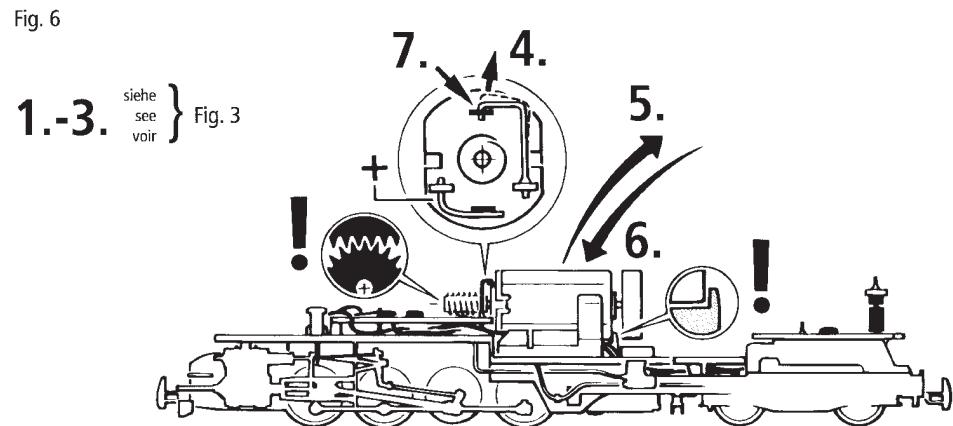

Fig. 7
2. Schmierung: Versiehen Sie die im Schmierplan in Fig. 7 gekennzeichneten Stellen mit nur **kleinen Öltropfen**. Dazu zuerst das Lokgehäuse abnehmen (Fig. 3). Wir empfehlen den ROCO **Öler Art.-Nr. 10906**. Fürs Schmieren der Getriebeteile (Zahnräder, Schnecke) empfehlen wir das **ROCO-Spezialfett Art.-Nr. 10905**. Im Falle der Schmierung diese Teile **nicht ölen**.
2. Lubrication: Apply **tiny oil drops** to spots marked in fig. 7. Prior to lubrication dismantle locomotive (fig. 3). We recommend using item no. **10906, Roco oiler**. For lubrication the gearparts (e.g. cogwheels, worm) we would recommend our Roco **special grease** (item no. **10905**). Please do not oil these parts when using our grease.
2. Graissage: N'appliquez qu'une tout petite goutte aux endroits indiqués par le plan de graissage (fig. 7+8) après avoir démonté la caisse de la locomotive (fig. 3). Nous vous recommandons le **graisseur à huile Roco réf. 10906**. Pour graisser les engrenages (roues dentées, vis sans fin) nous vous conseillons la **graisse spéciale Roco réf. 10905** pour engrenages en matières synthétiques. Lorsque vous utilisez cette graisse il faut éviter d'huiler ces composants.